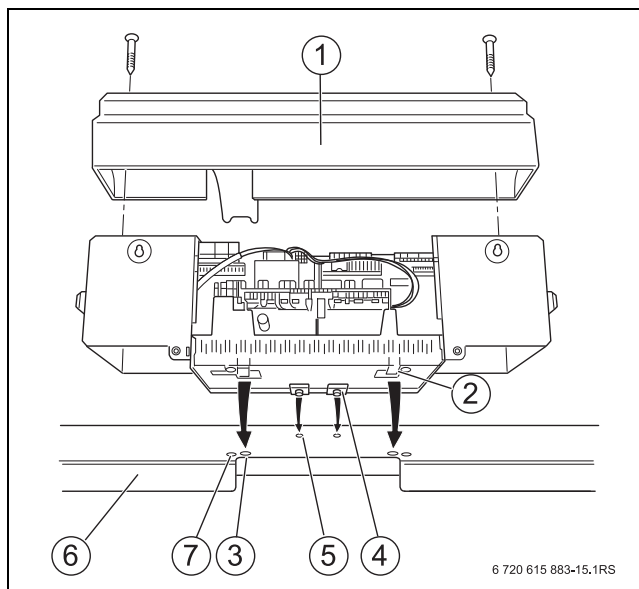

Fig. 32 Montarea automatizării
În fig. 32, pagina 28 sunt reprezentate cu vedere din spate automatizarea și capacul frontal [1].
- ▶ Asigurați capacul detașabil cu șuruburile automatizării (→ fig. 32, pagina 28).